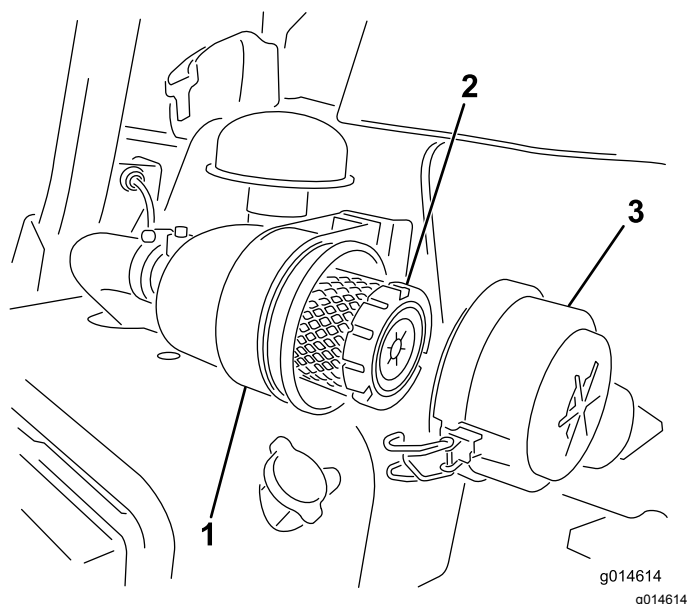

Bild 29
1. Lösen Sie die Riegel, mit denen die Abdeckung des Luftfilters am Luftfiltergehäuse befestigt ist (Bild 29).